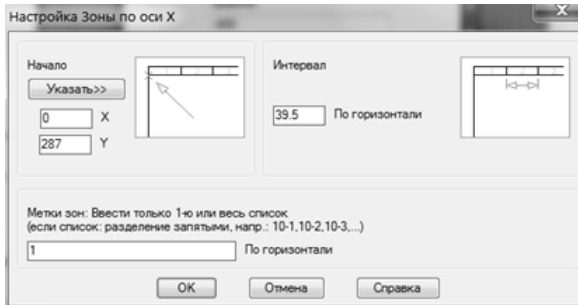

Рисунок 3.2 - Вікно **Настройка Зоны по оси X**
11. У вікні **Настройка Зоны по оси X** введіть значення, як показано на рис. 3.2: